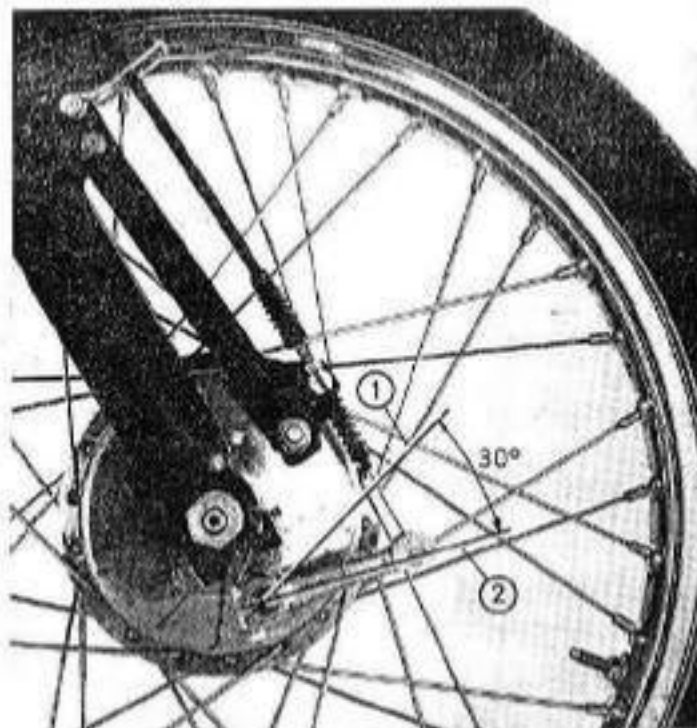

Fig. 19
3. **Ajuste de la palanca del freno.** Conforme se van gastando los forros de freno, la palanca va cambiando de posición en los sucesivos reglajes. Así llegará un momento en que el muelle quedará comprimido en exceso y perjudicará al frenado. Cuando así ocurra se procederá a cambiar la posición de la palanca girándola en unos grados (ver fig. 19). Fijar en esta posición con llave de 10 mm y graduar como se ha dicho en los puntos 1 y 2.
3. **Réglage du levier de frein.** A mesure que les garnitures de frein s'usent, le levier change de position au cours des réglages successifs. Il arrivera donc un moment où le ressort sera trop comprimé et gênera le freinage. Lorsque cela se produira, on procédera à changer la position du levier en le faisant tourner de quelques degrés (voir fig. 19). Le bloquer dans sa nouvelle position avec une clé de 10 mm et régler comme indiqué dans les paragraphes 1 et 2.
1. **Using the Cable Adjuster.** To increase/decrease the travel of the handlebar lever, rotate the serrated 2 (fig. 19) that the adjuster is retracted into or extended from the from the handlebar mount.
3. **Adjusting the Brake Arm.** According as the brake linings wear, the brake arm changes in position in successive adjustments. Thus it will arrive that the spring will be excessively compressed and will affect braking. When so occurs, change the position of the brake arm by turning it a few degrees (see fig. 19). Secure in this position with a 10 mm wrench and set as indicated in paragraphs 1 and 2 above.